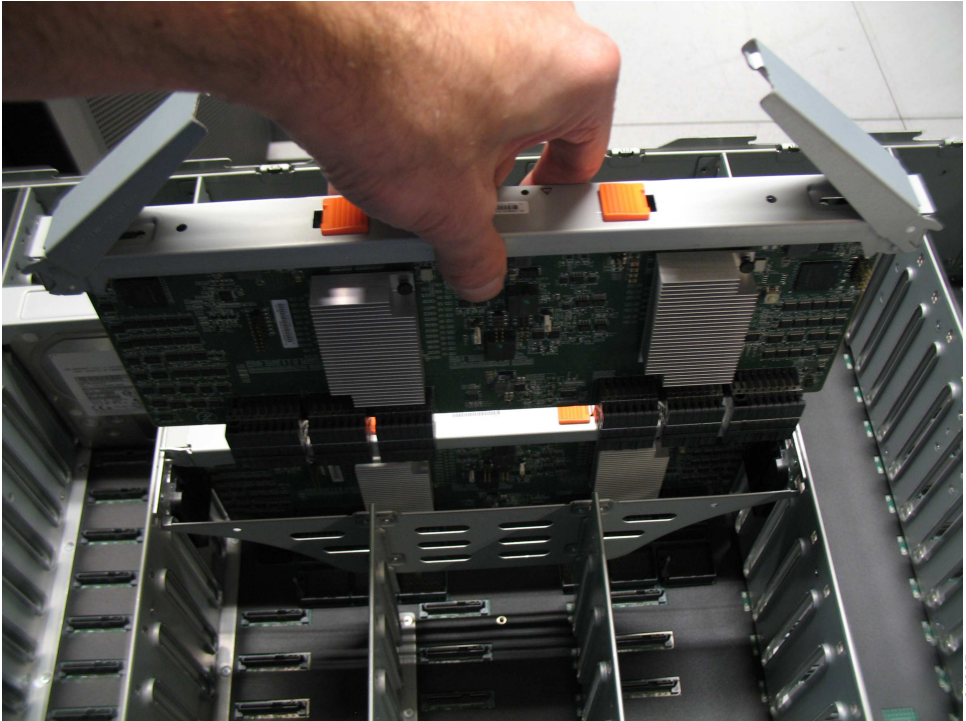

图 67. 更换辅助扩展器模块
4. 小心地将辅助扩展器模块的边缘与机柜中的导向槽对齐，如第 77 页的图 67 中所示。